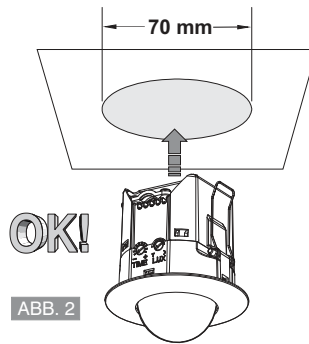

ABB. 2
- Bohren Sie ein Loch mit einem Durchmesser von 70 mm in die Hohlraumdecke (Abb. 2)